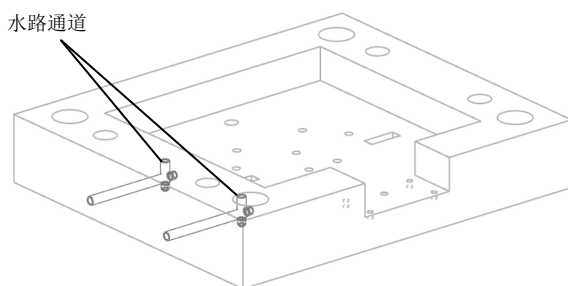

图 16-58 创建水路通道 3、4
(9) 在“装配导航器”中双击  **bitong_b_plate_050**，激活 B 板零件图。
(10) 单击“冷却标准件库”按钮 ，在“重用库”的“名称”区域选取“Water”，在“成员选择”列表选取“COOLING HOLE”，在【冷却组件设计】对话框中“父”选取 bitong_b_plate_050，“位置”选取 PLANE，“引用集”选取 TURE，“PIPE_THREAD”选取 M8，“HOLE_1_DEPTH”设为 20mm，“HOLE_2_DEPTH”设为 25mm。
(11) 以 B 板中间方坑底面为水路的放置面，“X 偏置”设为-50mm，“Y 偏置”设为-95mm，创建水路通道 3。
(12) 将“X 偏置”设为 50mm，“Y 偏置”设为-95mm，创建水路通道 4，如图 16-58 虚线所示。